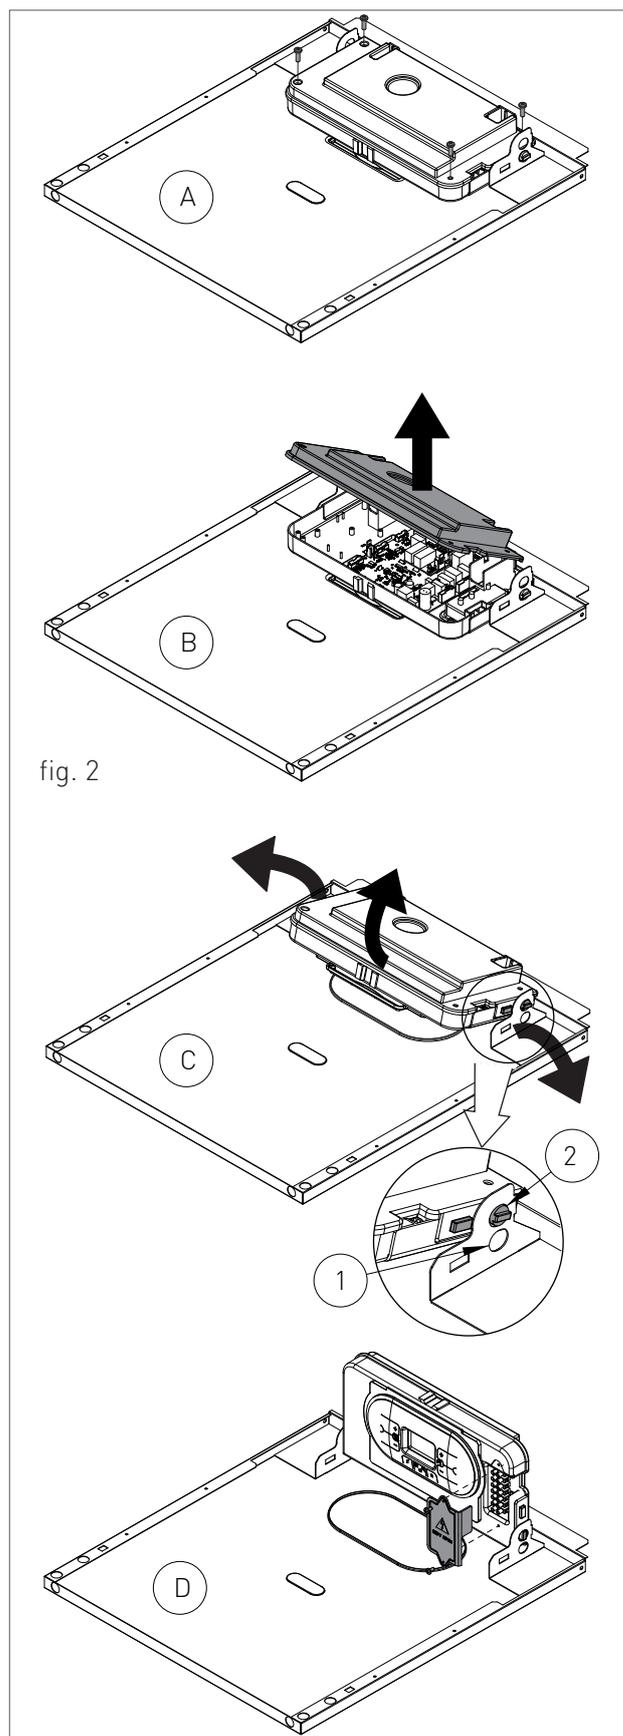

fig. 2
- > svitare le quattro viti di fissaggio (vedi A - fig. 2);
- > rimuovere il carter verso l'alto (vedi B - fig. 2).
- > Afferrare contemporaneamente le staffe di supporto del pannello comandi (vedi C - fig. 2) allargandole e spostare il pannello comandi dalla posizione '1' alla posizione '2' (vedi dettaglio, C - fig. 2);
- > svitare le due viti e rimuovere il piastrino (vedi D - fig. 2).